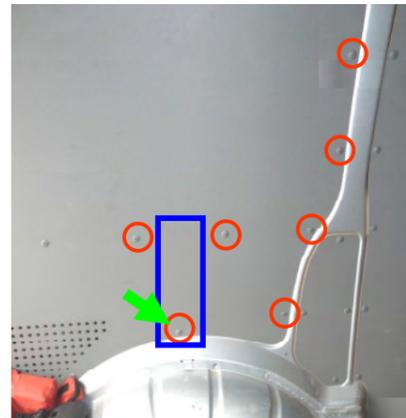
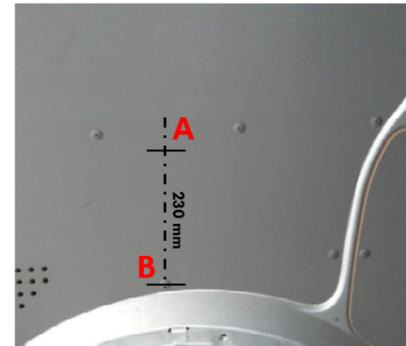

Bild 2
Bild 3
1. Entfernen Sie zunächst die in Bild 2 rot gekennzeichneten Clip, indem Sie mit Hilfe einer Zange oder eines Schraubendrehers den Spreizdorn aus dem Clip herausziehen und diese anschließend mit einer Drehbewegung aus der Seitenwandverkleidung entfernen.
2. Heben Sie nun die Seitenverkleidung rechts beginnend etwas ab und kontrollieren Sie, dass im Einbaubereich (Bild 2 blaue Markierung) keine elektrischen Leitungen etc. verlegt sind, die durch den weiteren Einbau beschädigt werden könnten.
3. Setzen Sie auf der Seitenwandverkleidung 230 mm lotrecht über der in Bild 2 mit einem grünen Pfeil gekennzeichneten Lochung eine Markierung (Bild 3).
5. Weiten Sie die Lochungen A und B der Verkleidung (Bild 3) mit einem 7-mm-Bohrer auf.
7. Bohren Sie mit einem 9,5-mm-Metallbohrer vorsichtig die Lochung A und B (Bild 3) in der Blechunterkonstruktion auf.
1. Entfernen Sie die in Bild 2 rot gekennzeichneten Clip, indem Sie mit Hilfe einer Zange oder eines Schraubendrehers den Spreizdorn aus dem Clip herausziehen und anschließend den Clip mit einer Drehbewegung aus der Seitenwandverkleidung entfernen.